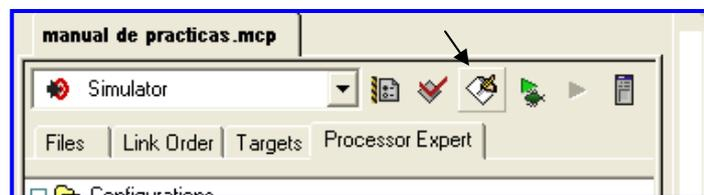

Figura 4.18 Icono Make.
21.- Realizar la *compilación* del programa desarrollado. Hacer clic en el icono *Make* del menú (Figura 4.18).